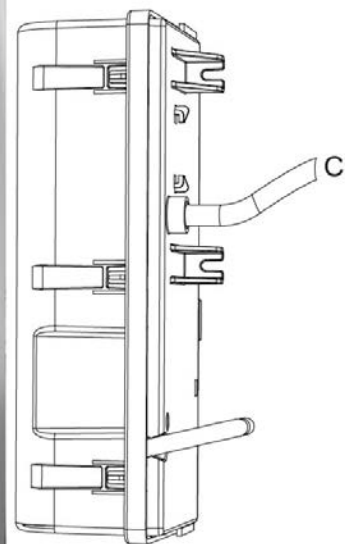

Abbildung 7-10: Kurzen Schlauch abziehen
7. Wiederholen Sie diesen Vorgang an dem schwarzen Ring (C) neben dem Ansauglüfter, um den kürzeren Schlauch abzuziehen (Abbildung 7-10).